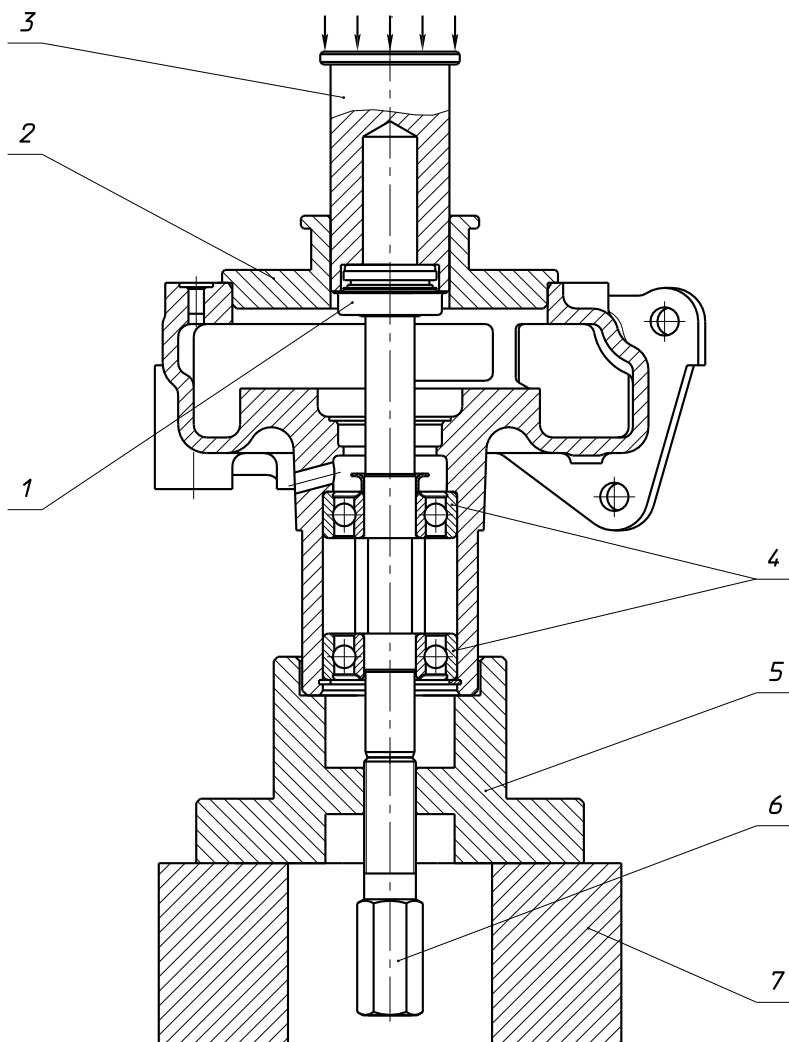

Рис.108. Установка торцевого уплотнения "КАСО"
1. Установить корпус насоса в сборе с валом и подшипниками через специальную проставку 5 вертикально на жесткую опору 7, которая имеет внутреннее отверстие для размещения установочного винта 6 (см. рисунок 108).
На рисунках 109 - 112 приводятся эскизы для изготовления деталей приспособления по сборке водяного насоса при установке уплотнения «КАСО» (см. рисунок 108). Материал деталей – сталь.